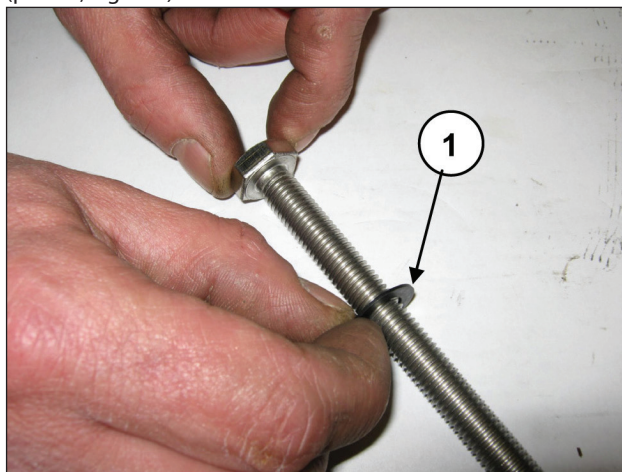

Fig. 181
Insira a arruela  $\varnothing 10 \times 18 \times 0,9$  no parafuso de fixação do pistão (pos. ①, Fig. 181).